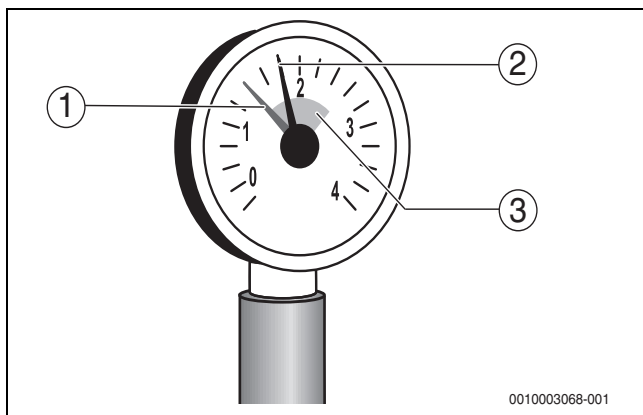

Bild 3 Manometer
- ▶ Wenn der Betriebsdruck durch das Entlüften abfällt (siehe Einstellung roter Zeiger am Manometer → Bild 3, Seite 8), muss Wasser nachgefüllt werden.